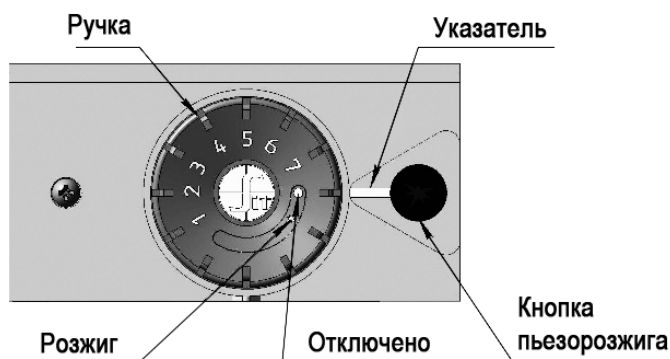

Рис. 10. Элементы управления на газовом клапане котлов Torino 7,5-20
Установить ручку газового блока в положение «Отключено» (см. рис. 10)
**ВНИМАНИЕ! ДЛЯ ПОВТОРНОГО РОЗЖИГА КОТЛОВ TORINO 7,5-20 НЕОБХОДИМО УСТАНОВИТЬ РУЧКУ В ПОЛОЖЕНИЕ «ОТКЛЮЧЕНО» (СМ. РИС. 10), А ТОЛЬКО ЗАТЕМ ПОВЕРНУТЬ РУЧКУ ГАЗОВОГО БЛОКА В ПОЛОЖЕНИЕ «РОЗЖИГ».**